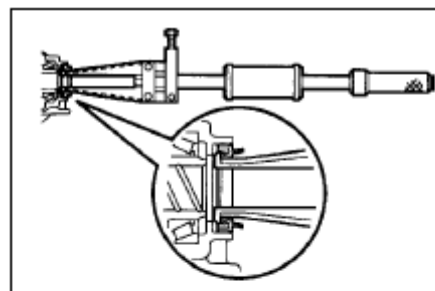

Рис. 74
1. Снимите масляное уплотнение кожуха трансмиссии (см. Рис. 74).